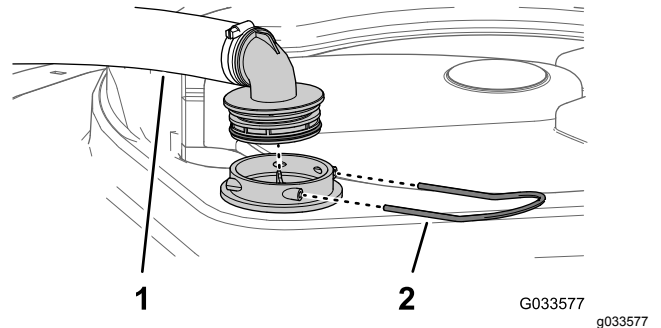

Figure 20
2. Au sommet de la cuve du pulvérisateur, retirez l'étrier de fixation qui fixe le raccord de flexible sur le grand flexible du logement du filtre (Figure 20).
3. Retirez le flexible et le raccord du logement du filtre (Figure 20).